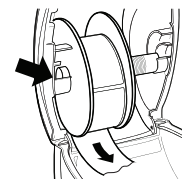

Figure 7
- 6 Insérez la bobine d'étiquettes dans la fente gauche du capot de l'imprimante avec les étiquettes dans le prolongement du rouleau. Voir Figure 7.